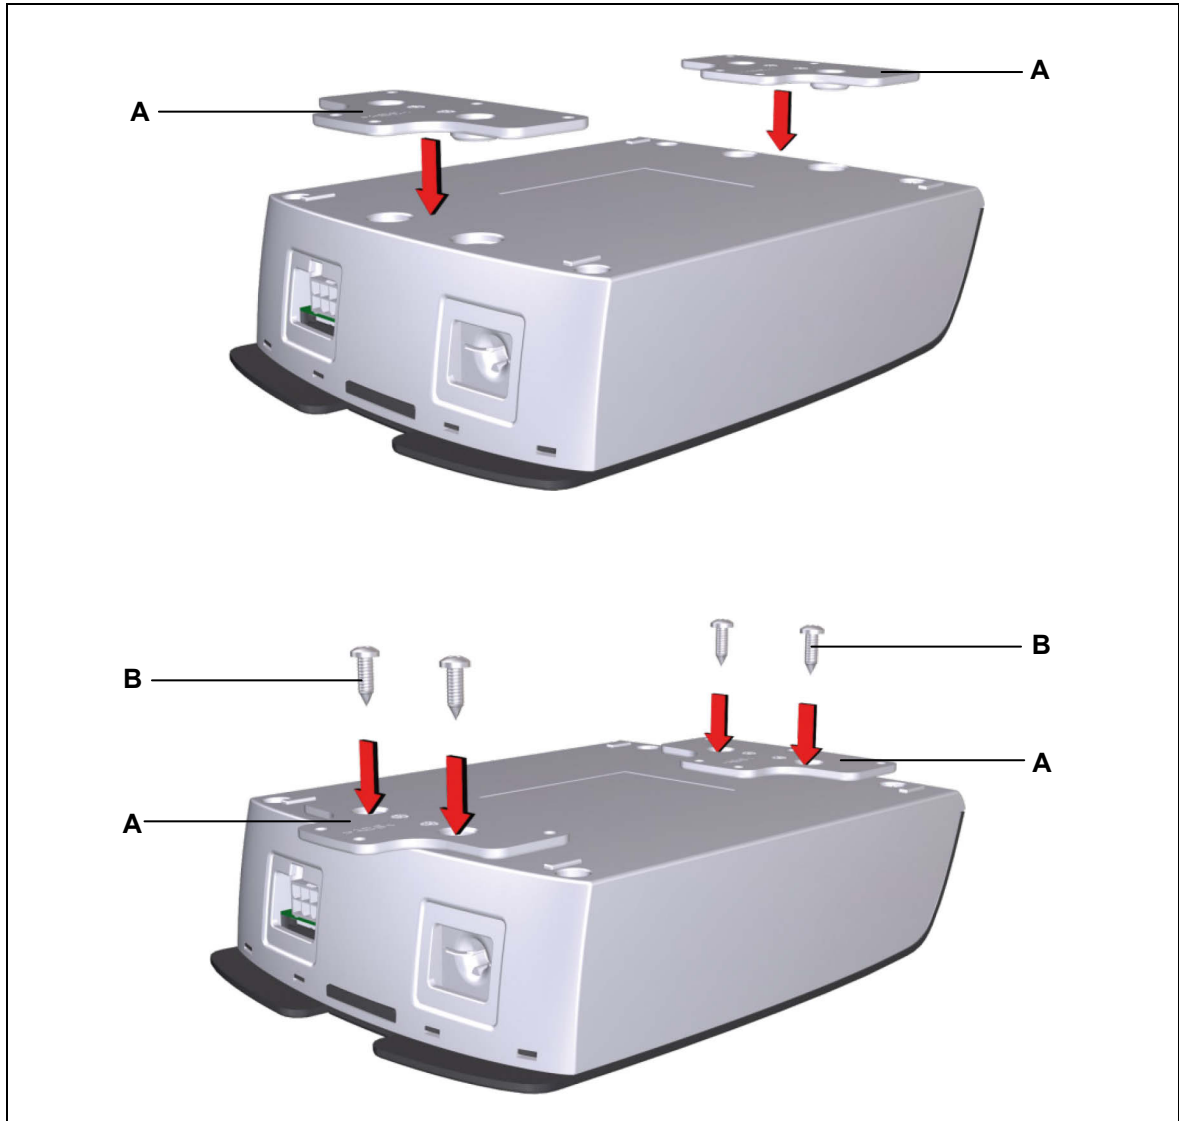

Abbildung 7 Montage der Befestigungsplatten
- 1 Schrauben Sie jede der beiden Befestigungsplatten mit mindestens zwei Schrauben am POWER SUPPLY HE-300 SMPS fest, wie in Abbildung 7 gezeigt.